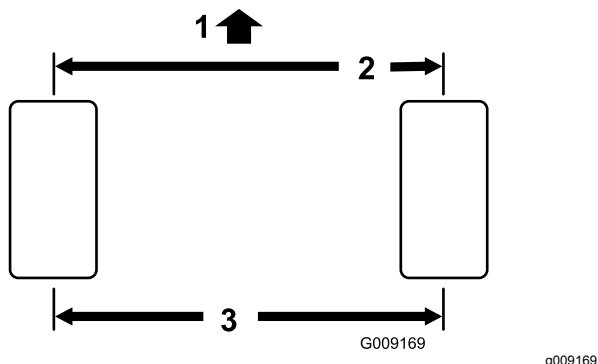

Figura 61
1. Meça a distância de centro a centro (à altura do eixo) na zona dianteira e traseira dos pneus da direção (**Figura 61**).